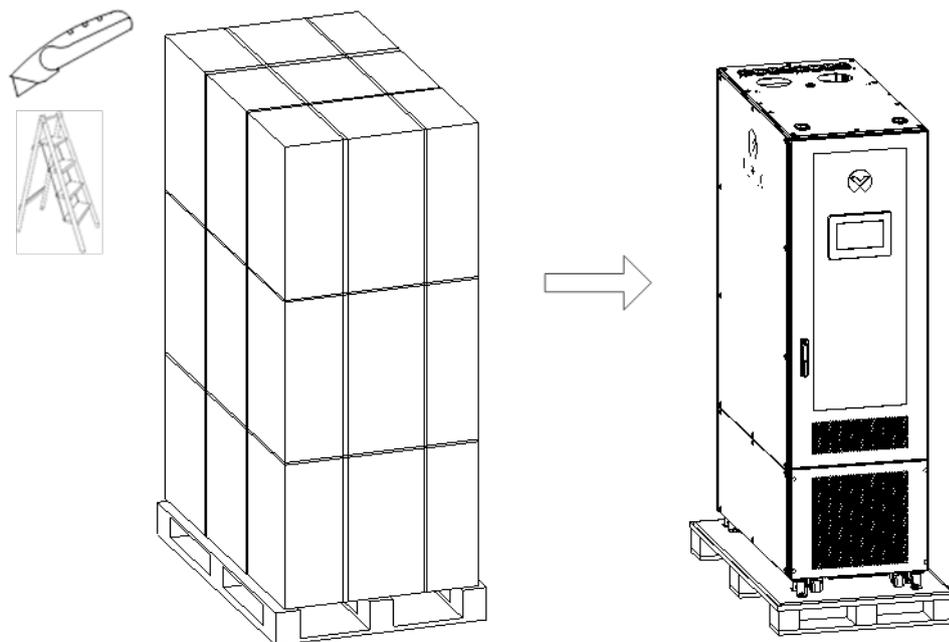

図 2-5 ダンボールで梱包されている場合の開梱
- 2) ダンボールで梱包されている場合は、カッターナイフを使って梱包材を外す(図 2-5 参照)。